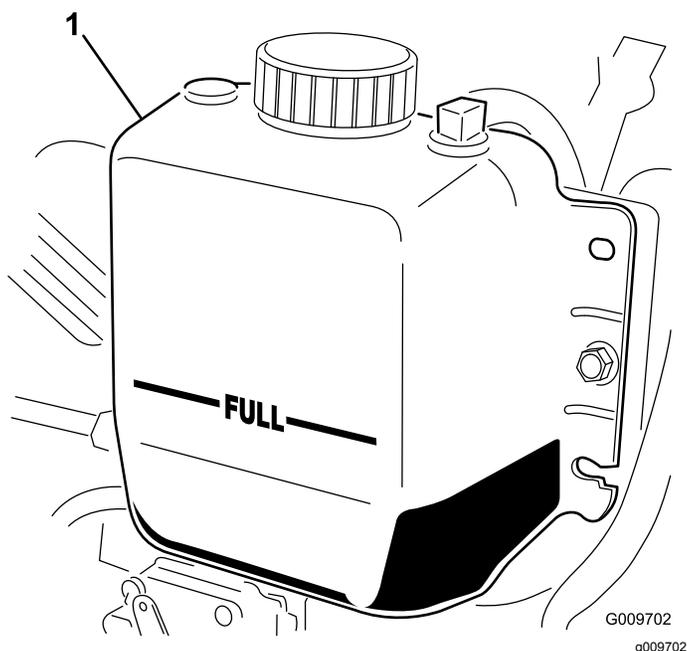

Figura 17
2. Verifique o nível do líquido de arrefecimento do radiador. O radiador deverá encontrar-se cheio de líquido até ao cimo do tubo de enchimento e o nível de líquido no depósito de expansão deverá atingir a marca FULL (cheio) (Figura 17).